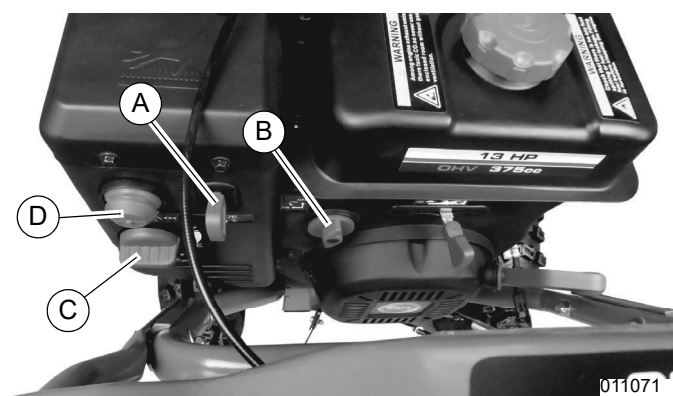

Figure 3-1. Démarrage manuel
2. Voir Figure 3-1. Mettre la clé (A) dans le contact.